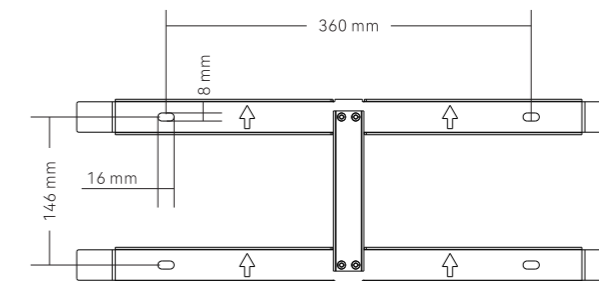

Abbildung 3.3
(1) Markieren der Positionen der Befestigungsbohrungen für die Wandhalterung. Die Befestigungsposition sollte wie in Abbildung 3.3 dargestellt markiert werden.